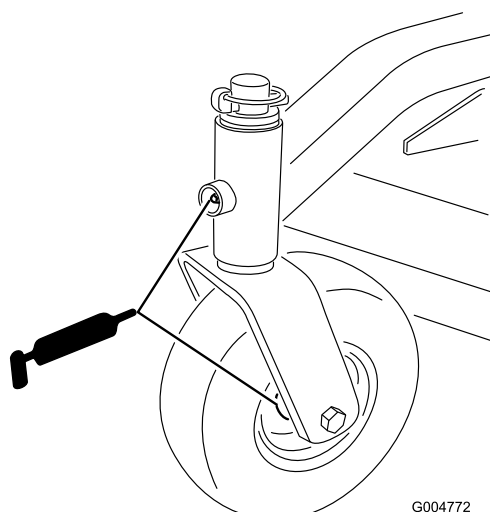

図 15
- 前キャストのスピンドルブッシュ図 15
- 前後のキャストホイールベアリング図 15